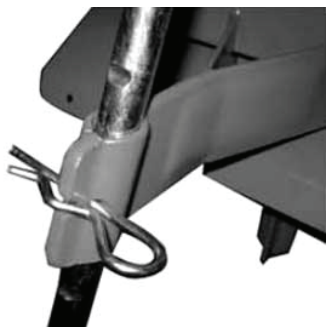

рис. 4
3.6 Установите регулятор глубины вспашки (рис.1 поз.13) в паз основания культиватора, выставив необходимую глубину, и зафиксируйте шплинтом, как показано на рис.4.
Вставить в отверстие основания регулятор глубины вспашки и зафиксировать его в выбранном положении шплинтом (рис.4).